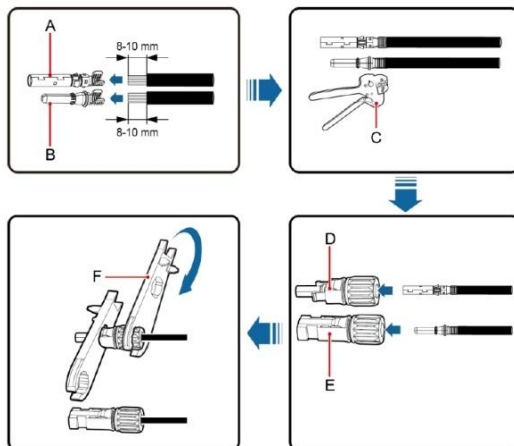

Abb. 5.2 Verbindung zwischen MC4 DC-Steckverbinder und PV-Strang
(1) Schließen Sie, wie in Abb. 5.2 gezeigt, das Ausgangskabel des PV-Strangs am DC-Anschluss des Wechselrichters an. Lösen Sie die Befestigungsmutter des Steckverbinders, entfernen Sie die 15 mm dicke Isolierung des DC-Kabels und verwenden Sie eine Crimpzange, um den Standardanschluss festzudrücken. Das Anzugsdrehmoment des wasserdichten Teils am Ende beträgt 2,5 - 3 N•m. Die Verdrahtung der positiven und negativen Anschlüsse ist entsprechend. Vergewissern Sie sich, dass die positiven und negativen Pole des PV-Strangs korrekt mit den positiven und negativen Anschlüssen übereinstimmen, und schließen Sie sie dann fest an.